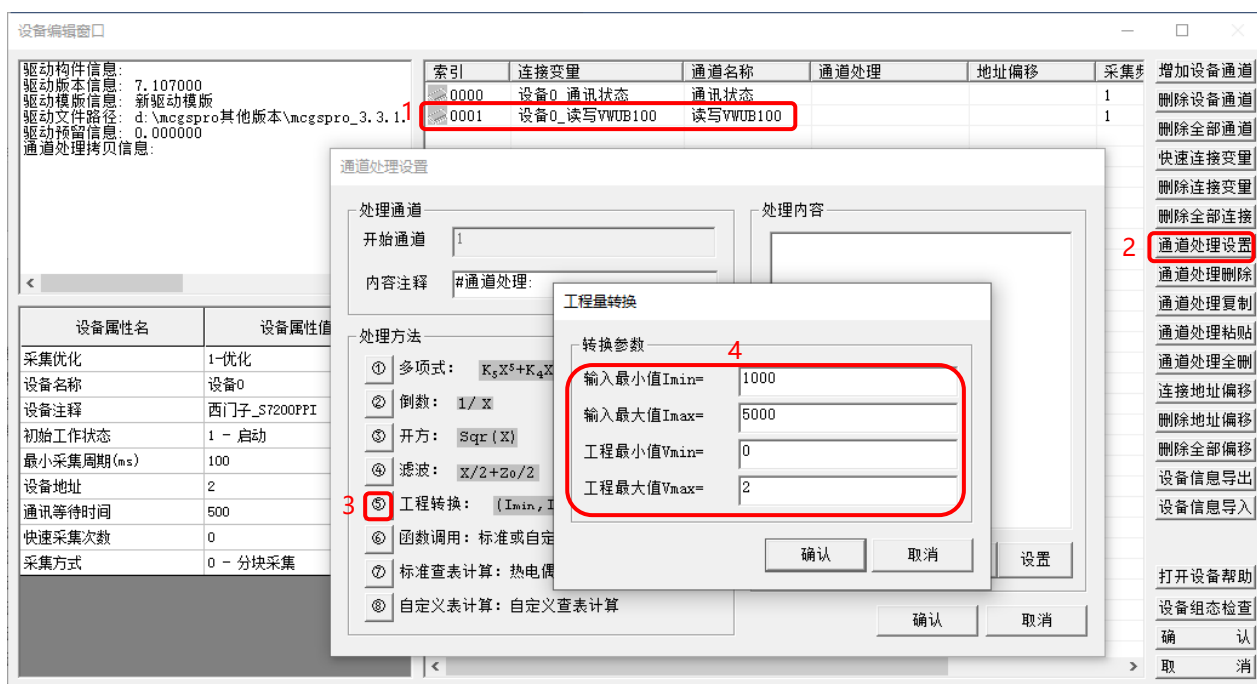

图 5.3-2 工程转换设置
- ① 进入工程的设备窗口画面，双击  进入设备窗口，再双击驱动设备“西门子\_200PPI”进入设备编辑窗口。
- ② 如图 5.3-2 所示：首先在设备窗口编辑窗口选中需要进行通道处理的通道“读写 VWUB100”→“通道处理设置”→“工程转换”→“工程量转换”，按照需要，设置输入最小值为 1000，输入最大值为 5000，工程最小值为 0，工程最小值为 2，设置完成依次点击“确认”保存。
③ 完成步骤 2 操作后，在用户窗口中添加 1 个输入框，关联图 5.3-2 所示的连接变量“设备 0\_读写 VWUB100”，保存工程，连接触摸屏和 PLC，并将工程下载到 TPC 中运行，效果如下：